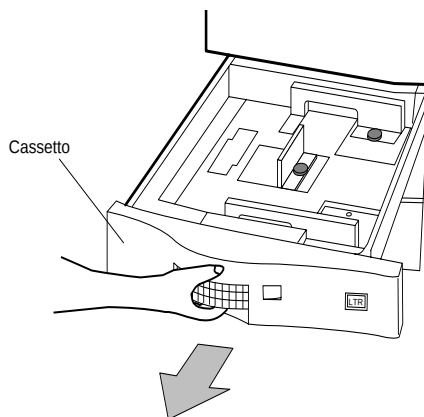

Figura 3-1 Estrazione del cassetto standard
1. Estrarre il cassetto standard come mostrato nella Figura 3-1.